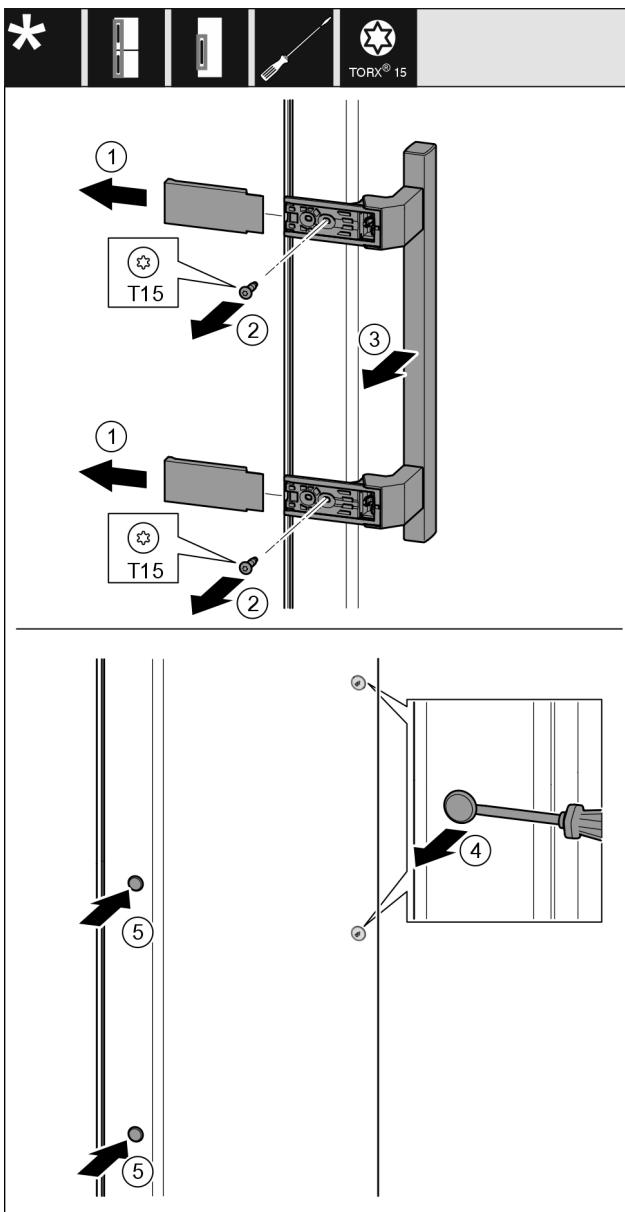

Fig. 24
- Τραβήξτε έξω το κάλυμμα Fig. 24 (1).
- Ξεβιδώστε τις βίδες Fig. 24 (2) με κατσαβίδι.
- Αφαιρέστε τη λαβή Fig. 24 (3).
- Ανασηκώστε προσεκτικά και τραβήξτε έξω την πλαϊνή τάπα Fig. 24 (4) με ένα ίσιο κατσαβίδι.
- Τοποθετήστε ξανά την τάπα Fig. 24 (5) στην άλλη πλευρά.